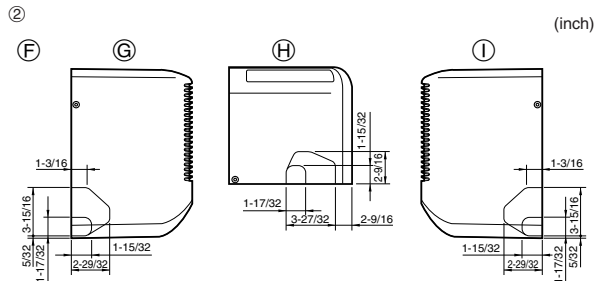

Fig. 4-3
- ② Définir la position des orifices à dégager sur le corps de l'appareil (Fig. 4-3)